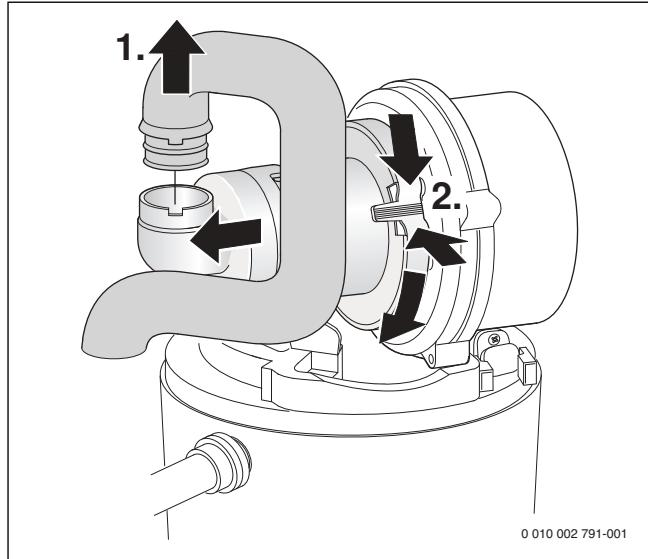

Рис. 46 Демонтаж всасывающей трубы и смесительного устройства
- Демонтируйте смесительное устройство (→ рис. 46).